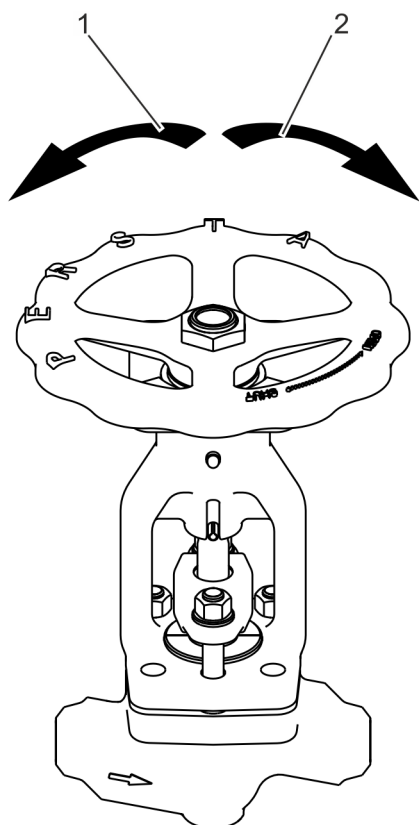

Fig. 19: Entraînement manuel :
- Rotation dans le sens horaire (Fig. 19/2) : Fermer la vanne.
- Rotation dans le sens anti-horaire (Fig. 19/1) : Ouvrir la vanne.